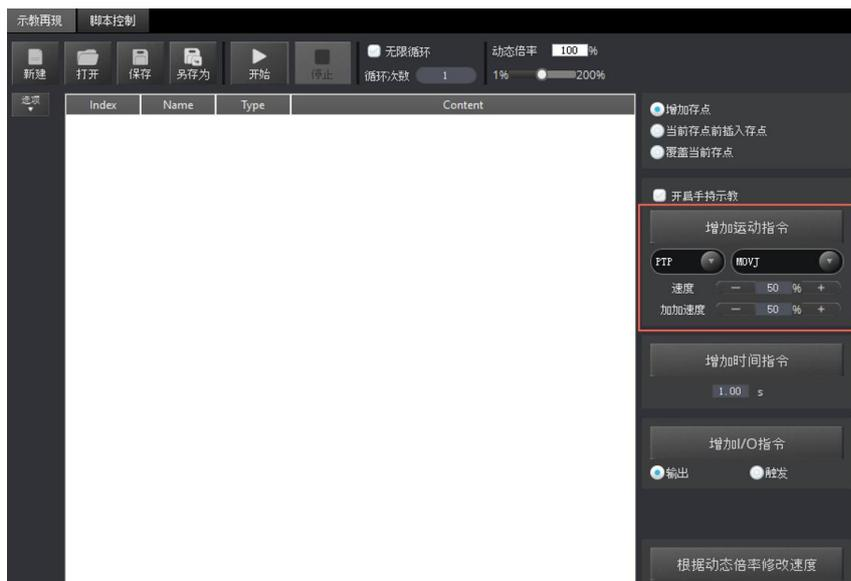

图 6.5 运动模式选择示意图
**步骤 4** 在“示教再现”界面选择运动模式为“PTP>JUMP”，如图 6.5所示，JUMP的存点约束请参见6.1.4 JUMP存点说明。